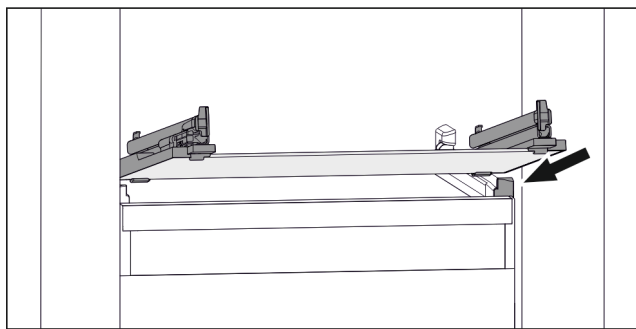

Fig. 140 Vejledende visning af glaspladen
- ▶ Sæt glaspladen skråt bag stoppene. (se Fig. 140)